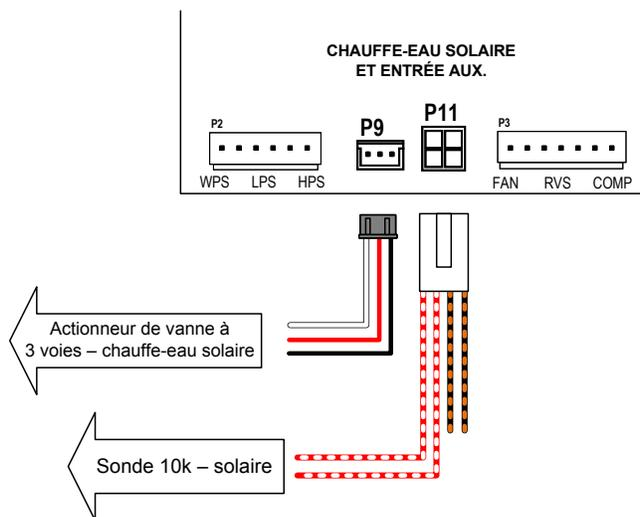

Figure 157. Chauffe-eau solaire et entrée auxiliaire
2. À l'intérieur du boîtier de contrôle de l'appareil, connectez les fils de « sonde solaire » à la borne « SOLAR » [P11] de la carte de contrôle à l'aide de l'adaptateur de faisceau « Solar Temperature Sensor / Auxiliary Safety Input » fourni dans la pochette d'accessoires. Connectez les fils rouge et blanc pour une sonde de température de 10K et utilisez la borne [P9] pour connecter un actionneur de vanne 3 voies standard comme vanne à 3 voies « solaire ». Consultez la Figure 157 pour plus d'informations.